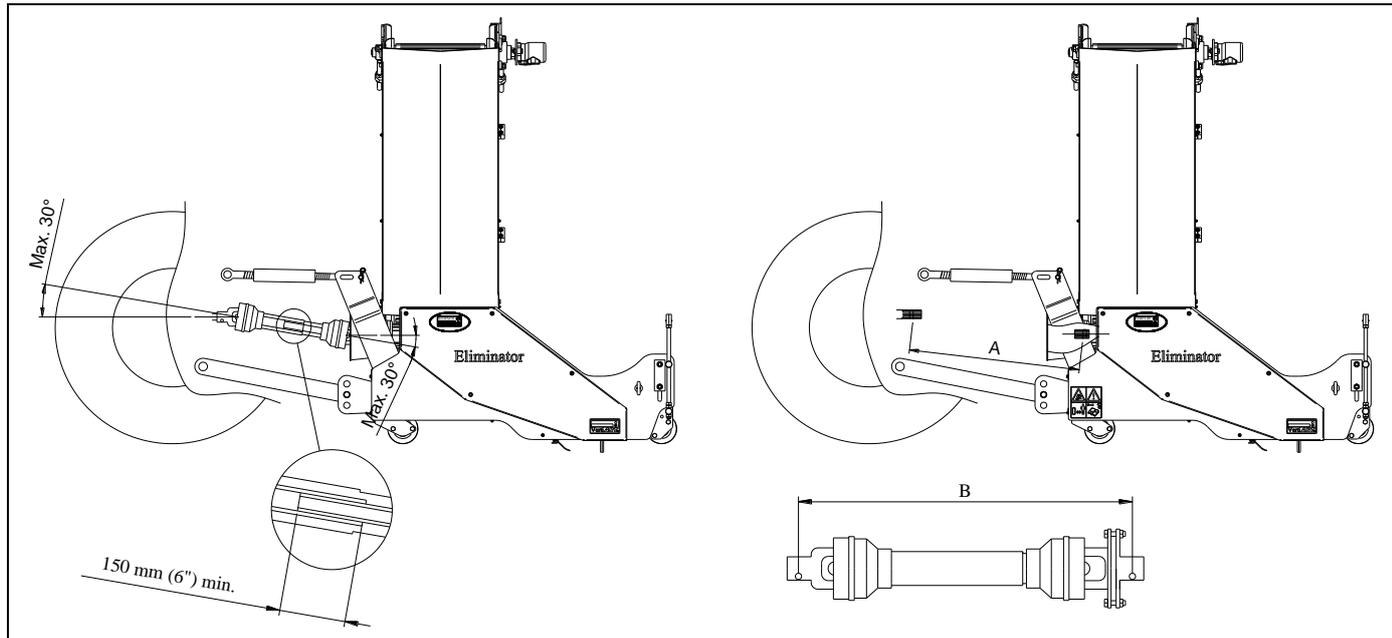

Fig. 8
Dans la figure 8, quelques pièces importantes sont affichées :
5.1 LONGUEUR DU PTO (fig. 8)